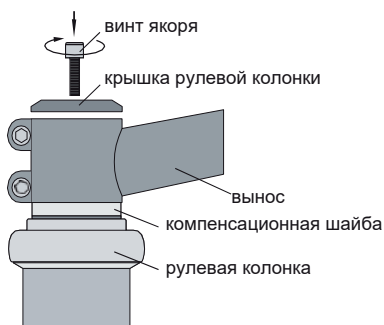

рис. 9
1. Убедитесь, что все сборочные единицы рулевой колонки собраны правильно и стоят на своих местах (рис. 9).